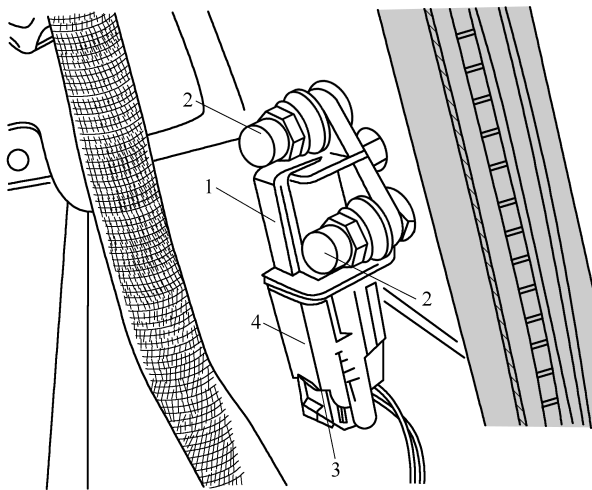

图 6-2-33 拆卸驾驶员后部侧面安全气囊碰撞传感器 G256 和前乘客后部侧面安全气囊碰撞传感器 G257
- (1) 打开点火开关。
- (2) 断开蓄电池，并保持点火开关打开。
- (3) 拆下后部轮罩饰板。
- (4) 如图 6-2-33 所示，沿后部侧面安全气囊碰撞传感器 1 上拔出插接器 4(黄色)。
(5) 旋下螺母 2(2 个)。
(6) 将后部侧面安全气囊碰撞传感器(头部安全气囊)1 从螺杆中拔出。